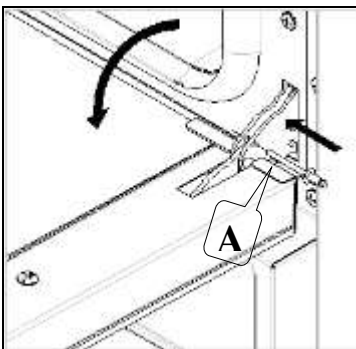

Fig. 5
- alzar un poco la puerta y deshebrarla (Fig. 5)
- cierre lentamente la puerta hasta el «bloqueo» mecánico, elévela y retírela (Fig. 5).